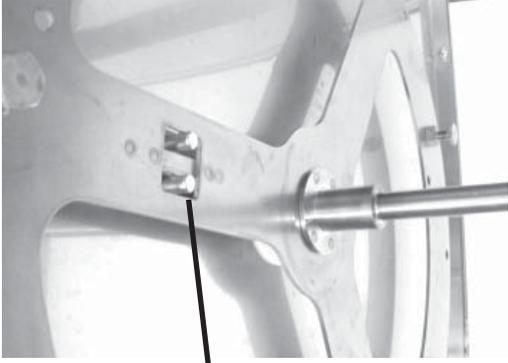

Figure 9
ÉTAPE 6 : Le rotor est maintenant en position de fonctionnement normal (figure 9).